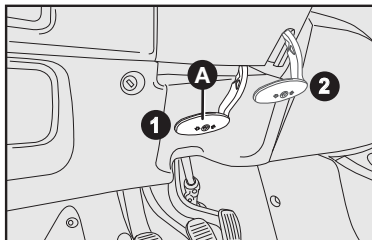

fig. 11
### VOLANTE - fig. 11
- 1) deslocar a alavanca **A-fig. 11** para a posição **2-fig. 11**;
- 3) retornar a alavanca à posição **1-fig. 11** para travar o volante novamente.